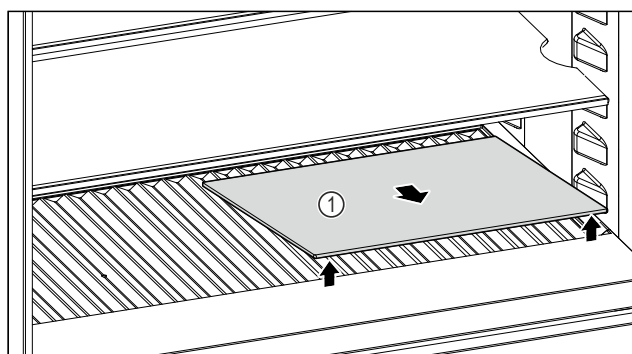

Fig. 254
- Podnieść płytę szklaną Fig. 254 (1) z przodu przy zagłębieniu i wyciągnąć.
- Przechować płytę szklaną Fig. 254 (1) w bezpiecznym miejscu poza urządzeniem.